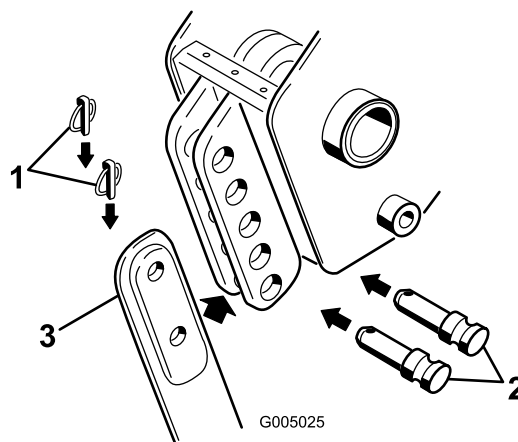

Figura 4
3. Rimuovete i due perni a scatto dai cavallotti con perno inseriti nella staffa della lama, quindi rimuovete i cavallotti con perno (Figura 4) e la lama (se installata).
4. Inserite la nuova lama nella staffa e fissatela alla profondità desiderata (ogni foro di fissaggio corrisponde ad una variazione di profondità di 7,6 cm) utilizzando i cavallotti con perno e i perni a scatto precedentemente rimossi (Figura 4).
2. Rimuovete il perno a scatto inferiore e il cavallotto con perno che fissa la lama all'interratore (per rimuovere completamente la lama, estraete i perni a scatto e i cavallotti con perno inferiori e superiori Figura 4).